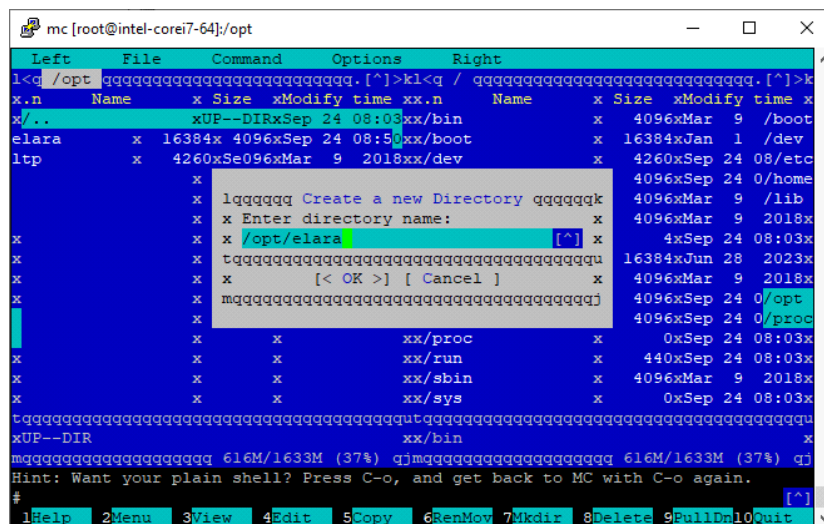

Рисунок 8. Создание каталога /opt/elara
- 13) Создать каталог **/opt/elara** если его нет (рисунок 8):